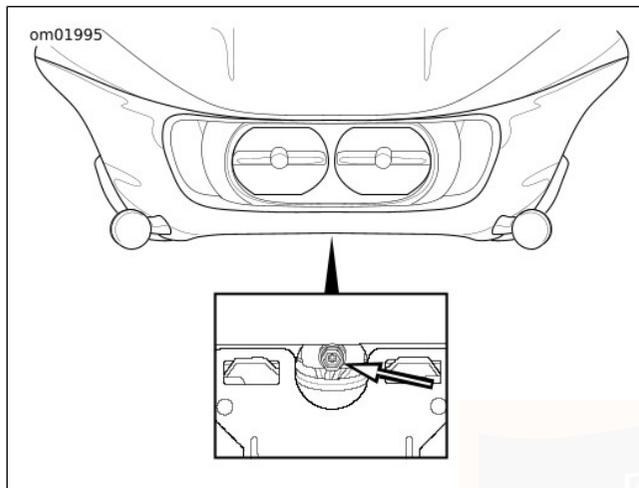

Figura 83. Registro del faro anteriore: FLTRX/S
3. **Modelli con carenatura montata sul telaio:** Vedere Figura 83.